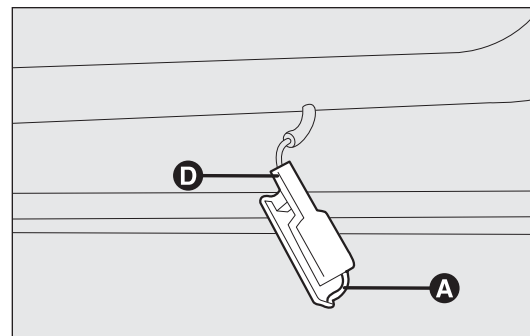

fig. 181
FAROS DE ILUMINACIÓN INFERIOR fig. 181 (para versiones/países donde esté previsto)
- ☐ retire el plafón empujando el muelle A-fig. 181 con un destornillador;
- ☐ vuelva a montar el plafón introduciéndolo primero por el lado D-fig. 181 y, a continuación, presionando el otro hasta oír el “clic” de bloqueo del muelle.